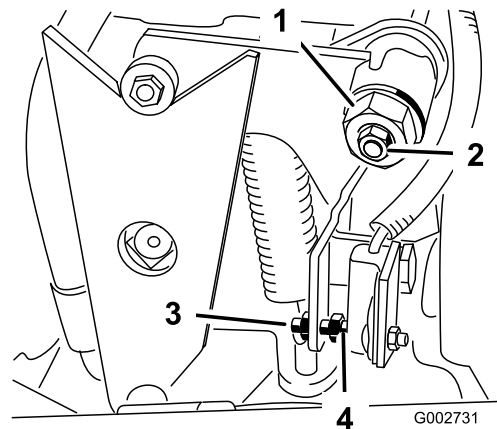

Bild 21
4. Lockern Sie die Sicherungsmutter an der Fahrtriebs-Einstellnocke (Bild 21).
5. Lassen Sie den Motor an und drehen das Sechskant (Bild 21) der Nocke in beide Richtungen, um die zentrale Stellung im Neutralbereich ausfindig zu machen.
3. Stellen Sie die Schraube ein, bis der Abstand 1,5 mm \pm 0,8 mm (Bild 21) beträgt.